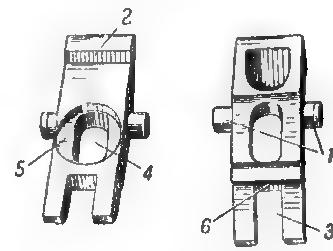

Рис. 34. Коромысло:
35. Коромысло (рис. 34) служит для удержания курка на боевом взводе. Оно имеет: цапфы для соединения со спусковой скобой; шептalo для постановки курка на боевой взвод; нижний вырез для прохода конца спусковой тяги; овальное отверстие для прохода направляющего стержня боевой пружины; гнездо для упора конца боевой пружины и попечечный уступ для выступа спусковой тяги.